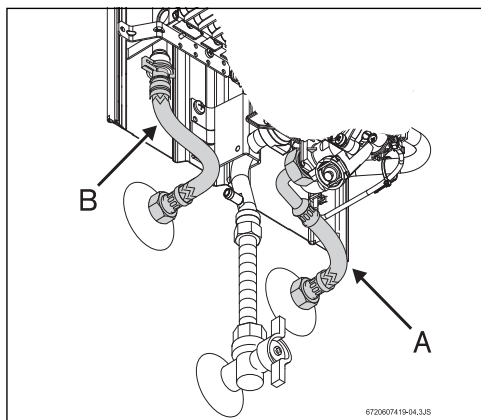

Fig. 12 Ligação da água
- ▶ Identificar a tubagem de água fria (Fig. 12, [pos. A]) e de água quente (Fig. 12, [pos. B]), de forma a evitar uma possível troca.